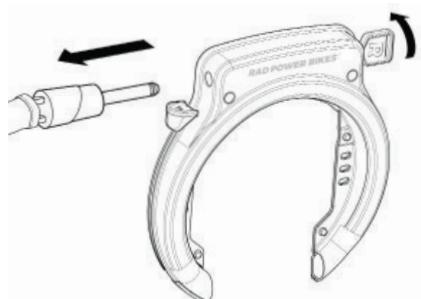

Abbildung 14: Entfernen der Sicherheitskette
- Drehen Sie dann den Schlüssel erneut im Uhrzeigersinn, während Sie die Sicherheitskette aus dem Schloss entfernen (Abbildung 14).